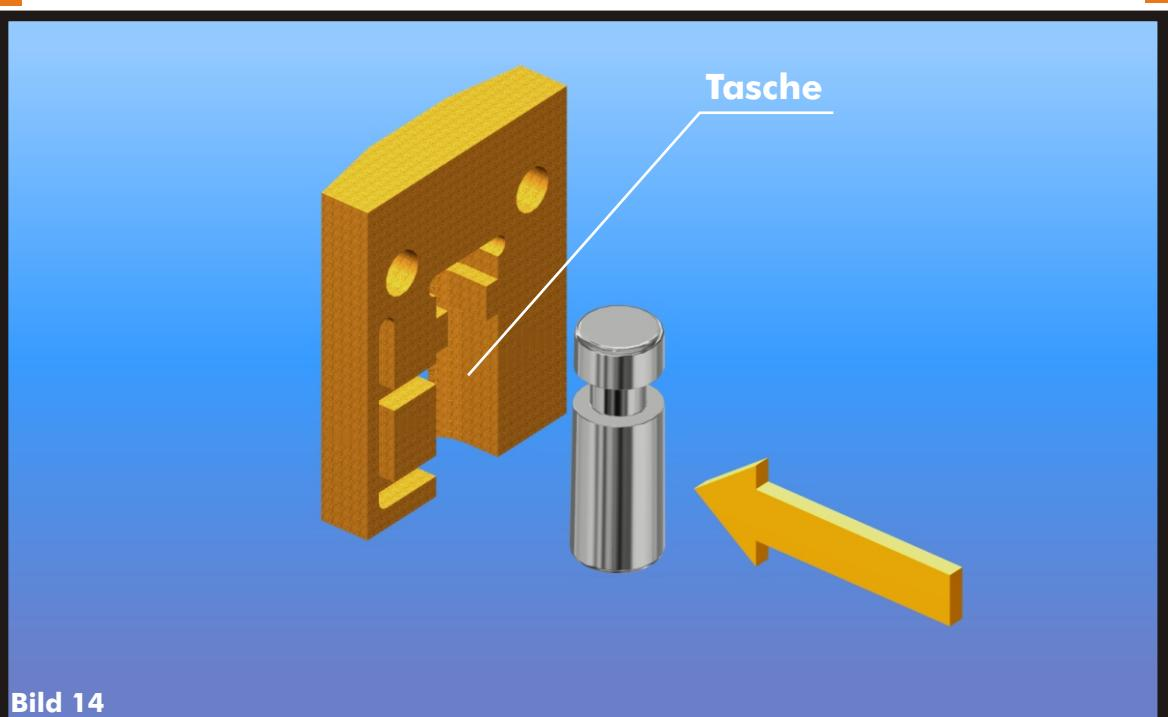

Bild 14
- > Legen Sie die neue Glättrolle in die "Tasche" des neuen Käfigs (Bild 14).